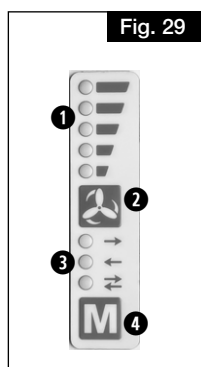

Fig. 29
- La fonction anti-humidité peut être dépassée pour une durée réglable (durée du profil de ventilation modifiable) à l'aide de la touche  (voir Fig. 29).
Si le bouton  (voir Fig. 29) est actionné pendant plus de deux secondes, la ventilation forcée s'active (vitesse 5) et reste dans ce mode pour une durée définie dans l'interface graphique (15-180 min).
Si le bouton  (voir Fig. 29) est actionné pendant plus de deux secondes, le mode Silence s'active. L'appareil reste en mode Veille pour la durée définie dans l'interface graphique (15-180 min). Un retour au mode précédent est possible à tout moment à l'aide d'un bouton.
L'intervalle du filtre peut être réinitialisé sur l'unité de commande par l'actionnement simultané des boutons  et  (voir Fig. 29).
Le changement de filtre est signalé par un code de clignotement à LED. Le témoin de changement des filtres n'a aucune influence sur le mode de ventilation en cours. L'intervalle peut être réinitialisé pendant deux secondes en appuyant simultanément sur les deux boutons ❷ et ❸ (voir Fig. 29). Si un message de filtre apparaît pendant le mode Boost ou pendant le mode Silence, le mode Boost/ mode Silence est interrompu.